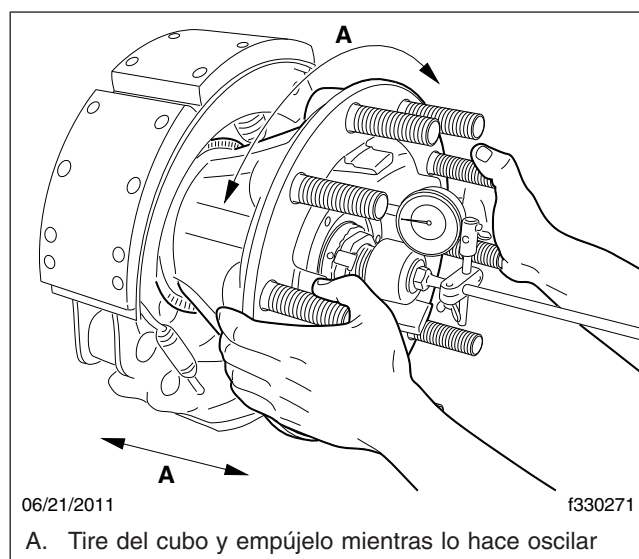

Figura 12, Medición del juego longitudinal
- 11.2 Para asentar los rodamientos, sujete el cubo en las posiciones de las tres y las nueve horas del reloj, y empújelo hacia dentro haciéndolo oscilar a unos 45 grados. Mantenga la presión en el cubo, anote la medición desde el interior y luego tire del cubo hacia afuera inclinándolo como antes. Mantenga la presión en el cubo y anote la medición desde el exterior. Vea la **Figura 12**.